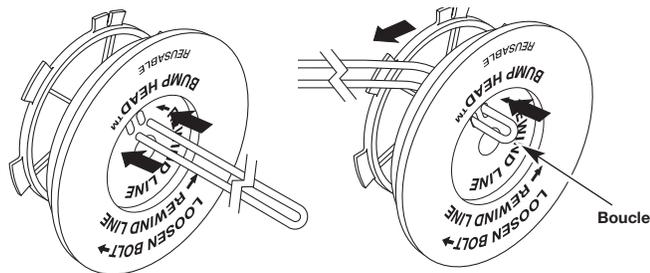

Fig. 30
- Découpez environ 6 m (20 pi) de fil neuf et faites-en deux boucles de longueurs égales. Insérez chaque extrémité de fil dans l'un des deux trous du moulinet (Fig. 30). Tirez le fil à travers le moulinet pour que la boucle soit le plus petit possible.